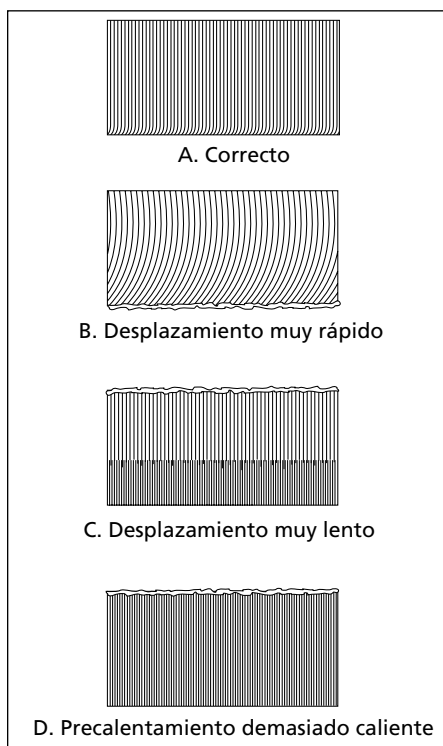

Figura 17 - Velocidad Correcta para Cortar
7. Compare el borde del metal cortado con la Figura 17 para corregir cualquier error la próxima vez que corte.